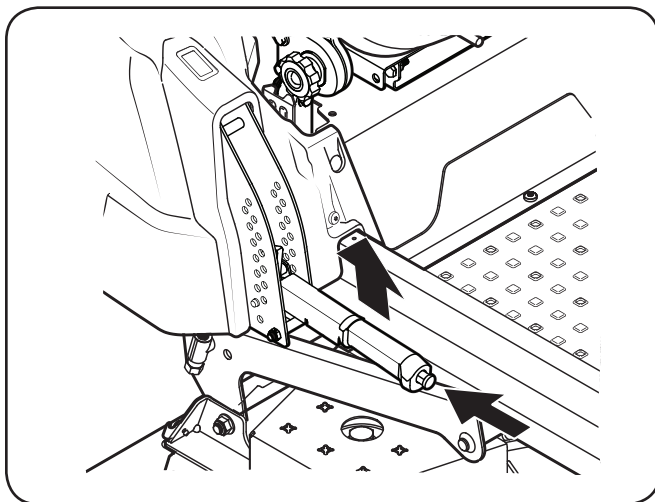

Figure 5-10
3. Déplacez le levier de relevage du plateau de coupe vers le haut pour relever le plateau à la plus haute position. Assurez-vous que le levier s'enclenche sur la goupille. Voir Figure 5-10.